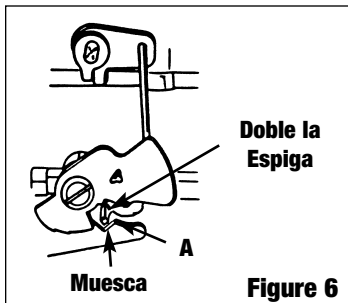

Figure 6
• **ESTRANGULADOR DE CIERRE FORZOSO SECUNDARIO, SOLAMENTE EN LOS CARBURADORES EQUIPADOS CON REGULADORES ELECTRICOS (FIG. 6)**